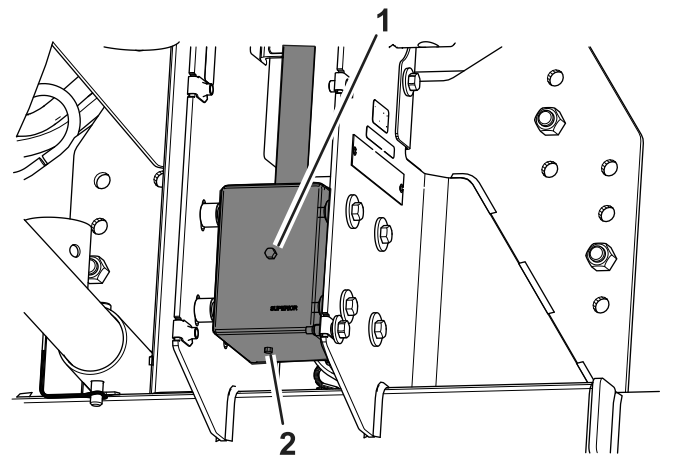

Bild 25
4. Entfernen Sie die Prüf-/Füllschraube an der Seite des Getriebes (Bild 25).